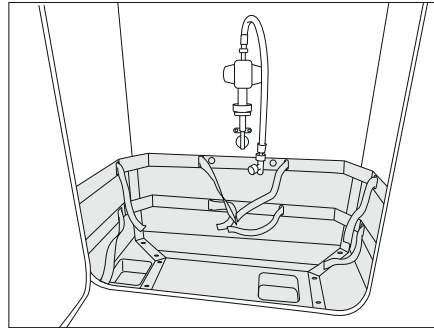
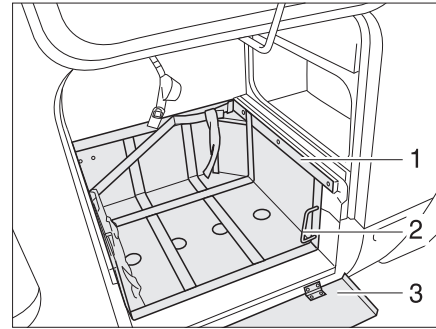

Fig. 237 Caja para bombonas de gas
Fig. 238 Caja para bombonas de gas, con carro extraíble
- Si se dispone de una chapa protectora, plegar la chapa protectora (Fig. 238,3) hacia abajo.
- Desbloquear el carro (Fig. 238,1) a través del tirador (Fig. 238,2).
- Extraer el carro (Fig. 238,3) hasta el tope.
- Girar el tirador (Fig. 238,2) hacia atrás.
- Desbloquear el carro (Fig. 238,3) a través del tirador (Fig. 238,2).
- Introducir el carro (Fig. 238,3) hasta el tope y girar el tirador (Fig. 237,2) hacia atrás.
- Si se dispone de una chapa protectora, plegar la chapa protectora (Fig. 238,1) hacia arriba.